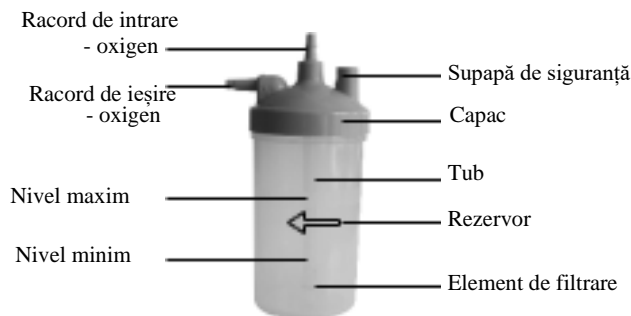

Fig. 5: Umidificator
1. Deșurubați rezervorul umidificatorului rotindu-l în sensul acelor de ceas. Turnați apă curată (sau apă distilată) în rezervor până când nivelul apei se situează între nivelurile MAXIM și MINIM. Nivelul apei din rezervor **NU** trebuie să depășească nivelul MAXIM (Fig. 5).